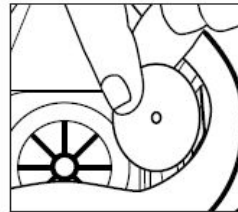

Fig. 9
1. Retire la(s) válvula(s) existente(s) levantándola(s) del poste(s) (Fig. 9).